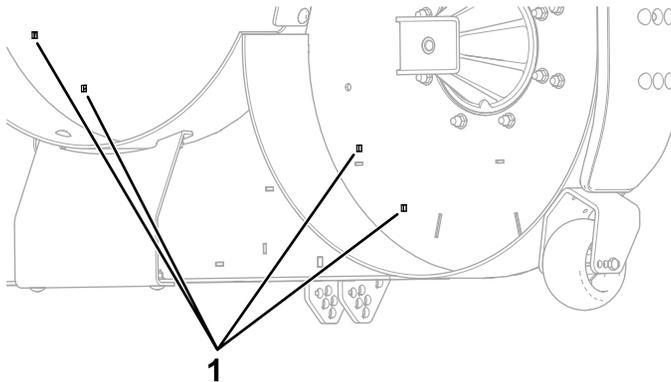

Figure 5
1. Retirez les 4 obturateurs du plateau de coupe (Figure 5).